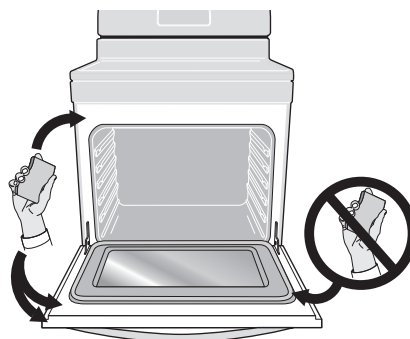

Figure 27 : Nettoyer la partie autour du joint de la porte du four
- Ne nettoyez pas le joint de la porte du four (Figure 27). Le joint tissé est essentiel à la bonne étanchéité du four. Prenez soin de ne pas frotter, endommager ou retirer le joint.
- Nettoyez toute saleté sur le cadre du four, le revêtement de la porte autour du joint et la petite surface située au centre, devant, sur la sole du four. Ces zones chauffent suffisamment pour que la saleté y brûle. Nettoyez-les avec de l'eau et du savon. Ces zones sont indiquées en blanc (Figure 27).